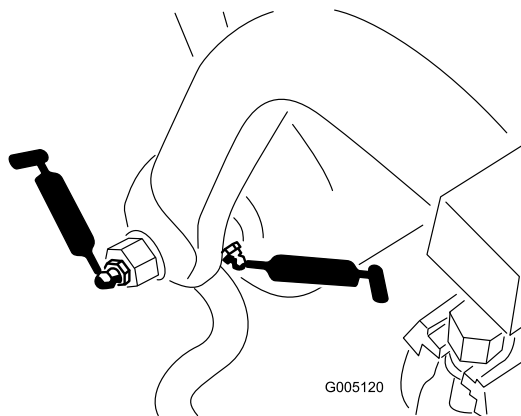

Figura 33
- Eje y rodillo del bastidor de tiro (12) (Figura 33)